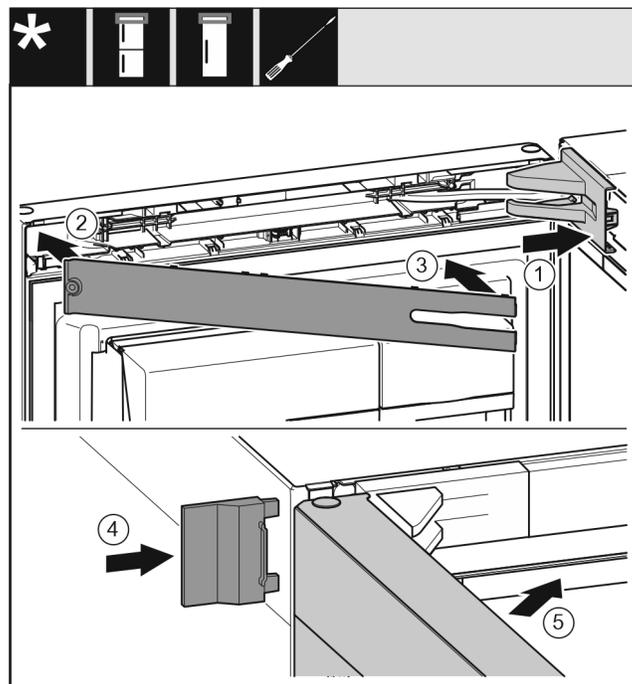

Fig. 48
- ▶ Mettre en place le cache du support de palier Fig. 48 (1) et l'enclencher. Au besoin, l'écartier avec précaution.
- ▶ Poser le cache Fig. 48 (2).
- ▶ Cache Fig. 48 (3)
- ▶ Insérer le cache extérieur Fig. 48 (4).
- ▶ Fermer la porte supérieure Fig. 48 (5).